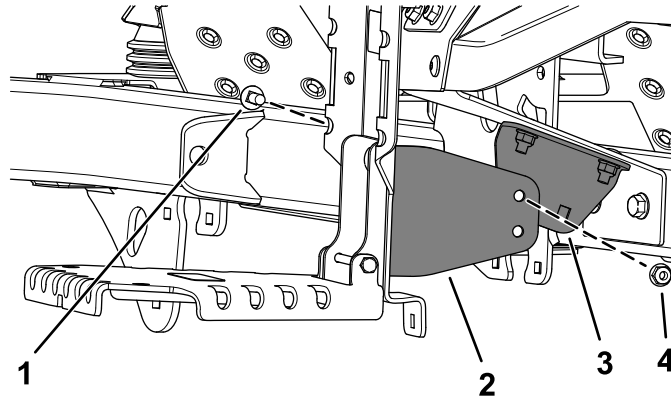

Рисунок 12
5. Закріпіть нижній опорний кронштейн на внутрішньому опорному кронштейні під кришкою консолі, використовуючи 1 гвинт (5/16 x 7/8 дюйма) і 1 гайку (5/16 дюйма), як показано на рисунку Рисунок 12.